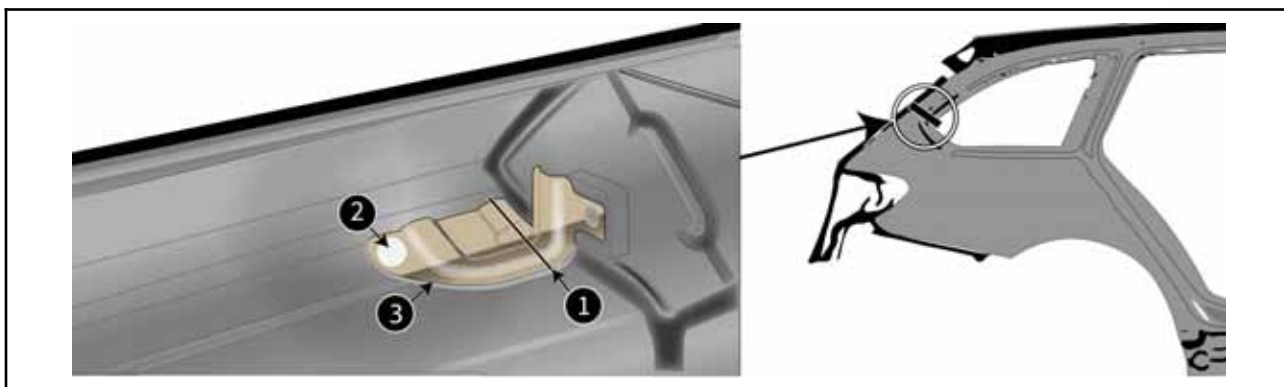

Bild 4: Position der Halterung im Neuteil
- Führen sie den Trennschnitt Bild 4 | Pos. 1 durch.
- Lösen Sie die Schweißverbindungen Bild 4 | Pos. 2.
- Entfernen Sie den Halter Bild 4 | Pos. 3 für das Schaumformteil aus dem Neuteil.